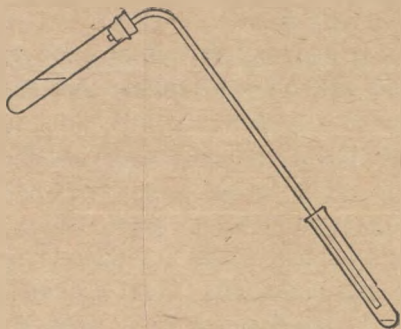

Рис. 105. Прибор для перегонки нефти.
**Задача 6.** Если в школе есть нефть, отгоните от нее бензин и керосин. Для этого кипятите нефть в пробирке с длинной отводной трубкой и собирайте продукт перегонки в другую пробирку (рис. 105). Чтобы нефть лучше и равномернее кипела бросьте в пробирку щепотку сухого песка. Из трещинок песчинок при нагревании постепенно выделяется заключенный в них воздух, что способствует более равномерному кипению. Никким образом не нагревайте стенки пробирки выше уровня жидкости, чтобы пробирка не лопнула. На всякий случай имейте наготове ящик с песком, чтобы сейчас же засыпать горящую нефть, если она прольется на стол. Водой нефть погасить нельзя, так как она легче воды и всплывает на поверхность воды. Безопаснее не держать при нагревании лампочку прямо в руке, а поставить ее в чашку с песком.